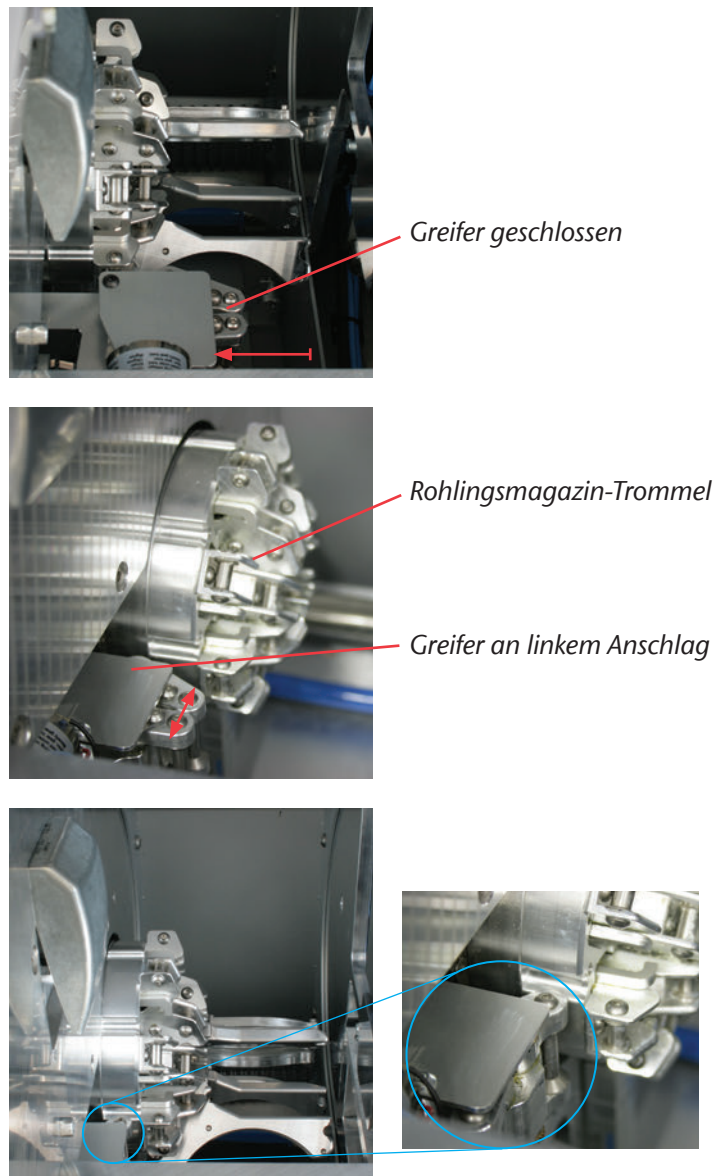

ABBILDUNG 11: GRUNDSTELLUNG ENTRIEGELUNGSSCHLITTEN
- M6.** Öffnen Sie den Greifer und entnehmen Sie den Rohlingsrahmen, falls er nicht im Rohlingshalter arretiert ist (siehe Abbildung 11 auf Seite 33).
Schieben Sie den Greifer nur in geschlossenem Zustand an den linken Anschlag (siehe Abbildung 11 auf Seite 33), um Beschädigungen an der Maschine zu verhindern!